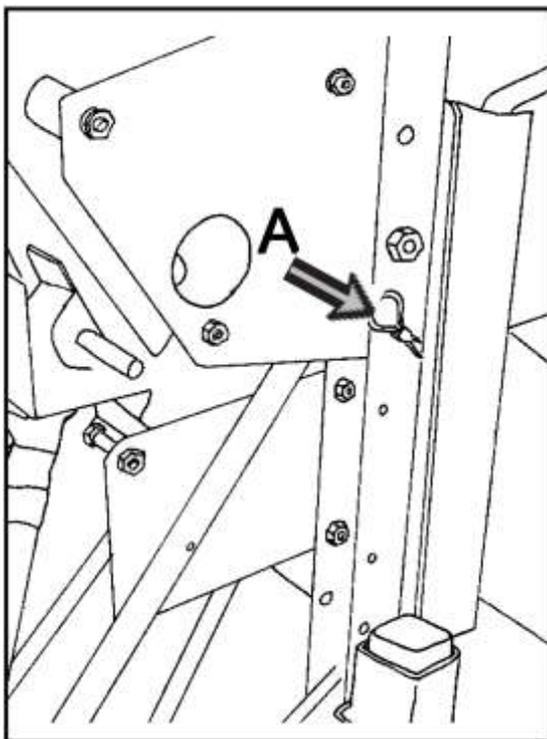

Abb. 15.
Den Fine-Seed-Box-Feinsaatkasten an den Kanälen der U-Profile so anbringen, dass der Endhaken der Feinsaatkastenplatte und der Führungsbolzen des oberen Teils des U-Profils im Eingriff sind. Den Feinsaatkasten mittels des Verriegelungsstifts mit Splint (A) sichern. Siehe Abb. 15.